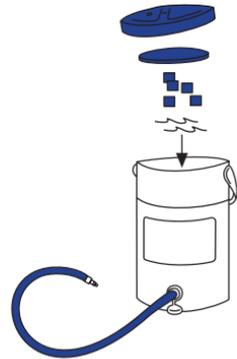

Figure 1
1. Préparer la glacière avant d'appliquer le Cryo/Cuff (Figure 1)